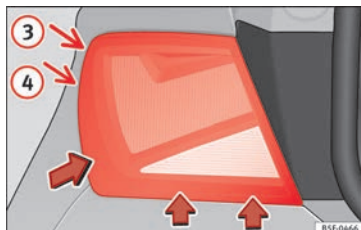

Fig. 116 Démontage du feu arrière sur l'aile.
- Basculez le feu dans le sens des flèches jusqu'à ce qu'il quitte son logement (positions ③ et ④) » **fig. 116**.